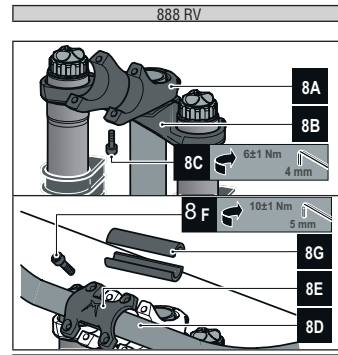

Рис. 8 Установка выноса руля
- Поместите вынос руля на верхнюю корону вилки (См. 8А и 8В Рисунок 8).
- Надежно закрепите вынос к верхней короне вилки специальными болтами при помощи шестигранника 4 мм с усилием 6±1Nm (См. 8С Рисунок 8).
- Установите руль на нижнюю закрепленную часть выноса и проверьте, что он установлен по центру (См. 8D Рисунок 8.).
- Установите верхние элементы выноса на верхнюю часть руля (См. 8Е Рисунок 8.).
- Надежно закрепите руль при помощи шестигранника 4мм (См. 8F Рисунок 8.).
Для установки рулей различного диаметра существуют специальные переходники, которые устанавливаются между рулем и выносом (См. 8G Рисунок 8).